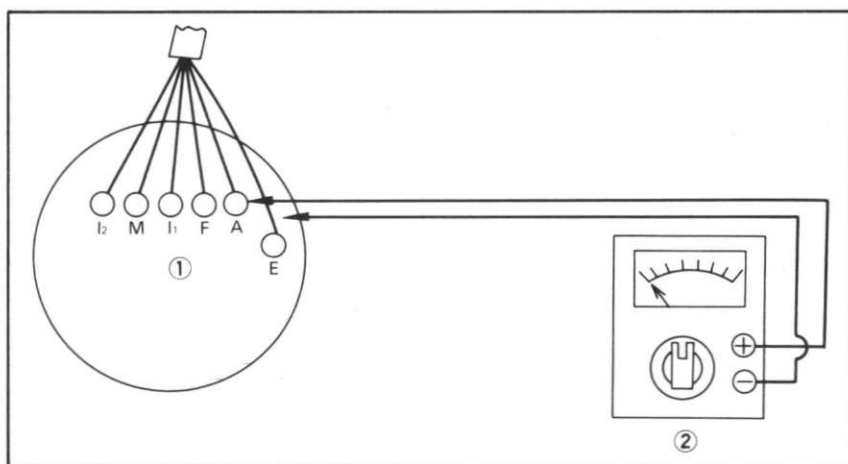

Fig. 5-28
- 4) After the adjustment, the generated voltage shows slight fluctuations as illustrated. (Fig. 5-28)
- 4) Après le réglage, on constatera peut-être que la tension du courant engendré varie légèrement (voir Fig. 5-28).
- 4) Nach der Einstellung zeigt die erzeugte Spannung leichte Schwankungen, wie abgebildet. (Bild 5-28)